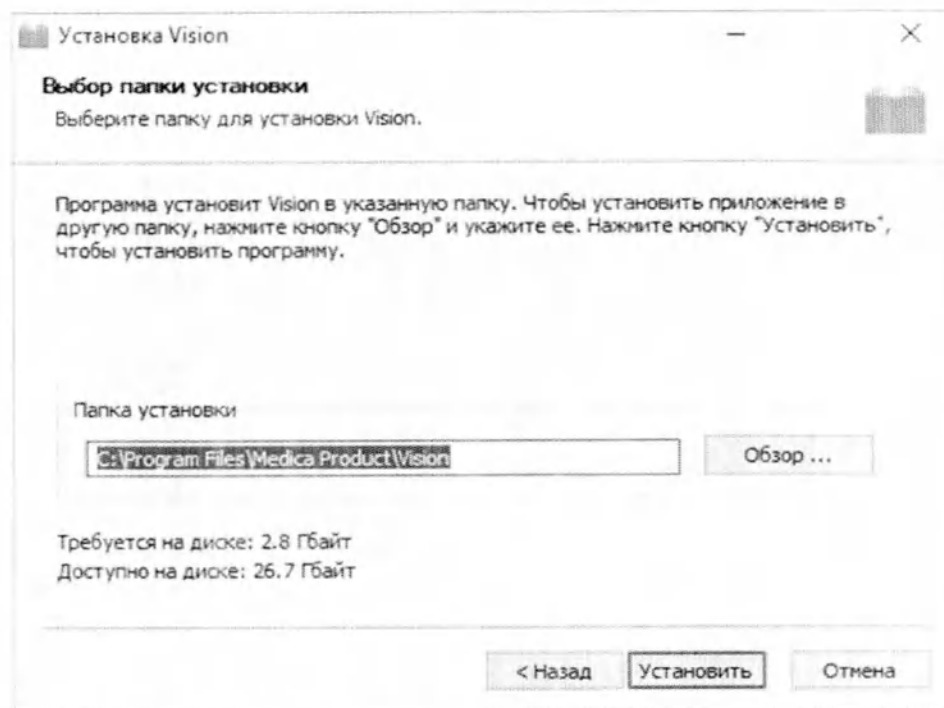

Рис. 11. Выбор папки, в которую будет установлено ПО Vision
6. В появившемся окне нажмите кнопку «Установить», для начала процесса установки в папку по умолчанию (Рис. 11). Чтобы изменить папку для установки ПО нажмите кнопку «Обзор...».